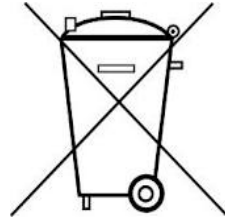

Fig. 1 Montagem do experimento com tubo de Kundt
- Equipar o tubo de Kundt com as sondas de microfone e monta-lo. (vide Fig. 1)